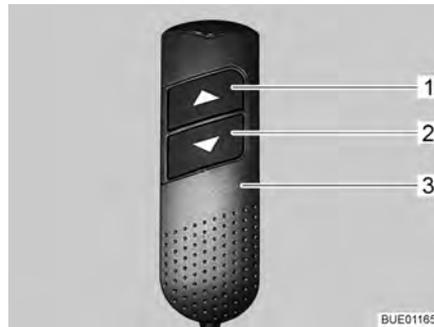

Bild 76 Handbedienteil
- Am Handbedienteil (Bild 76,3) beide Pfeiltasten (Bild 76,1 und 2) gleichzeitig drücken und so lange gedrückt halten, bis das Hubbett ganz nach oben gefahren ist und ein Piepton hörbar ist.
- Am Handbedienteil (Bild 76,3) die untere Pfeiltaste (Bild 76,2) drücken und so lange gedrückt halten, bis das Hubbett in die Endstellung nach unten gefahren ist.
- Am Handbedienteil (Bild 76,3) die obere Pfeiltaste (Bild 76,1) drücken und so lange gedrückt halten, bis das Hubbett in die Endstellung nach oben gefahren ist.
- Nach dem Reset Hubbett mit der Pfeiltaste (Bild 76,1 oder 2) in die entgegengesetzte Richtung bis zum Endanschlag fahren.